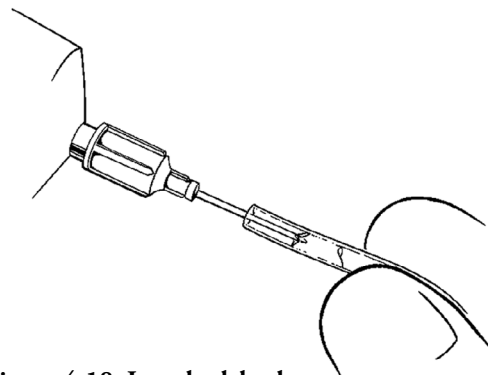

Figura 4-18. Lavado del tubo
2. Lave los tubos de los cilindros (Figura 4-18).